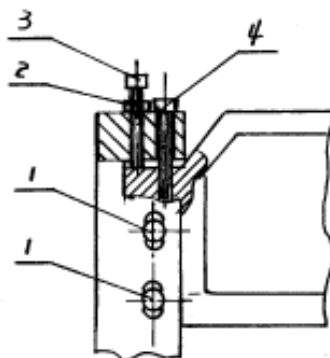

Рис. 7
- 4) Регулировка расстояния между верхним лезвием и нижним штампом (см. рис. 7)